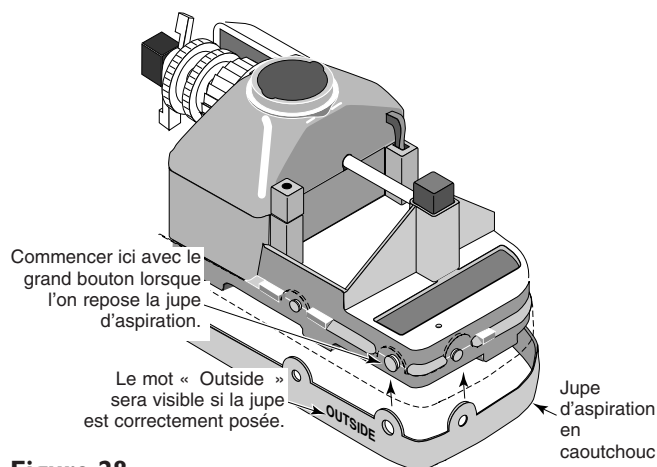
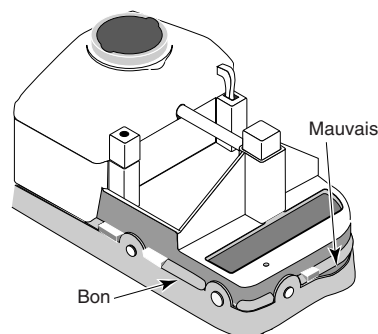

Figure 28
Figure 29
6. Reposer la jupe d'aspiration en caoutchouc sur le nettoyeur, le mot « OUTSIDE » étant visible. Commencer par le grand axe qui se trouve à l'arrière de la tête du nettoyeur (Figure 28) et faire le tour du nettoyeur. S'assurer que la jupe affleure les bandes supérieures de la tête du nettoyeur (Figure 29).